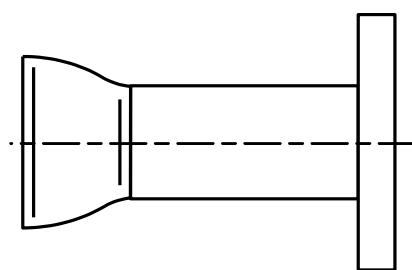

Рис.3
- b) если необходимо использование переходов, к другим концам прямолинейных отрезков трубы приварить переходы (рис.3);